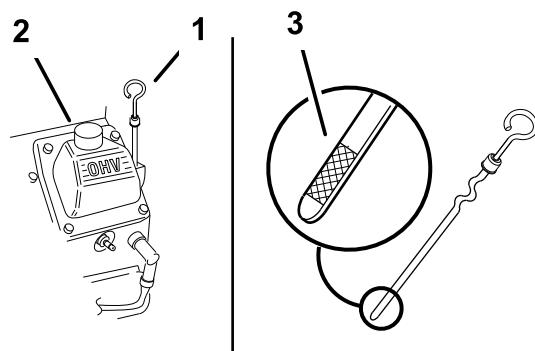

Figura 21
- Limpe a zona em redor da vareta de óleo (Figura 21), para evitar que entre sujidade no orifício do filtro e possíveis danos no motor.
- Retire a vareta do óleo e limpe a extremidade (Figura 21).
- Deslize a vareta de óleo para dentro do tubo do filtro, mas não enrosque no tubo (Figura 21).
6. Coloque lentamente cerca de 80% da quantidade de óleo especificada no bocal de enchimento do óleo (Figura 21).